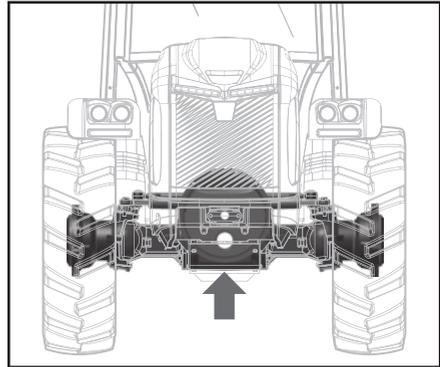

Abb. 5.146
5. Einen Wagenheber unter dem Getriebekasten ansetzen (Abb. 5.146–5.147) und die Maschine anheben.